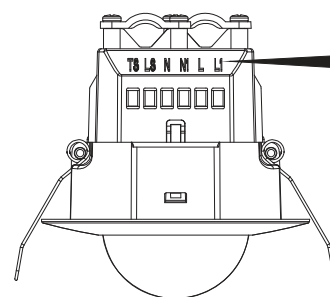

FIG. 11
**REMARQUE:** le câblage d'alimentation qui arrive au détecteur doit incorporer un interrupteur de 16A (fig. 11).
Procéder à la connexion électrique de la façon indiquée sur la figure 11: borne L = connecter le fil d'alimentation LINGNE